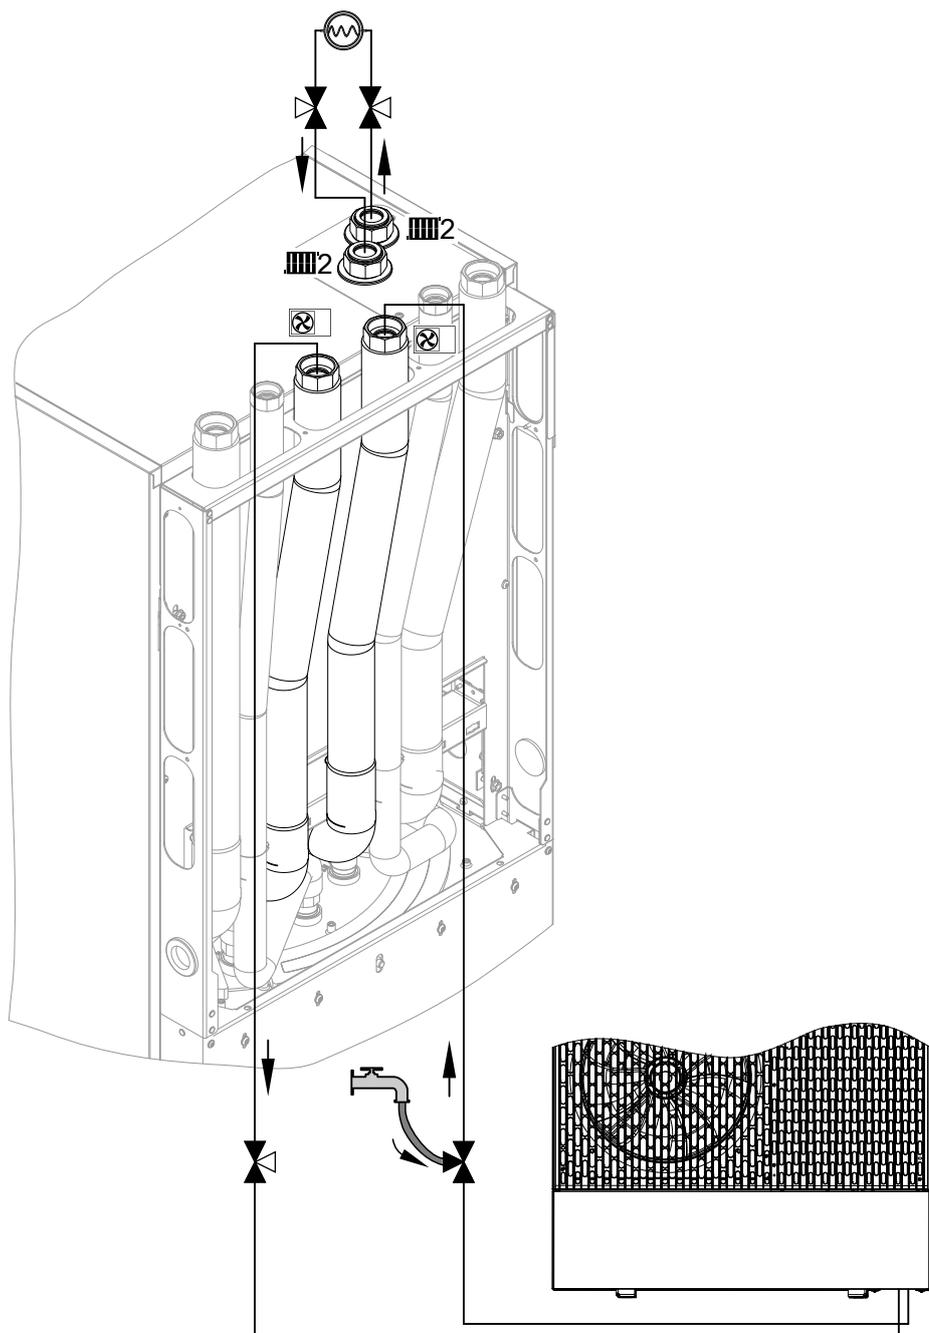

Abb. 72
Über die 3-Wege-Kugelhähne den Durchfluss zu Heiz-/Kühlkreis 2 öffnen: Siehe Abb. 72.
3. 3-Wege-Kugelhahn im Vorlauf Außeneinheit (Heizwassereintritt Inneneinheit) gemäß Abb. 72 öffnen: **Offen in allen Richtungen**
4. Durchfluss zwischen Innen- und Außeneinheit über 3-Wege-Kugelhahn im Rücklauf Außeneinheit (Heizwasseraustritt Inneneinheit) öffnen: Siehe Abb. 72.